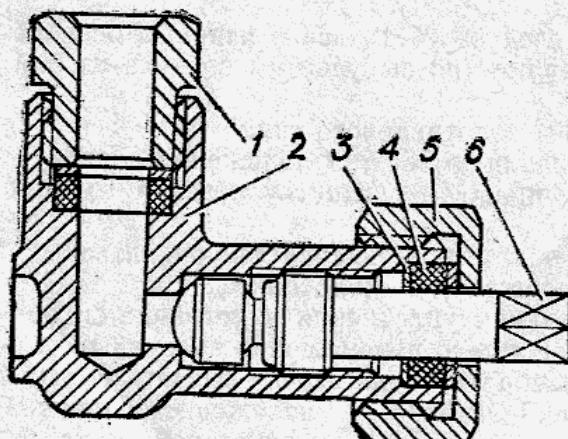
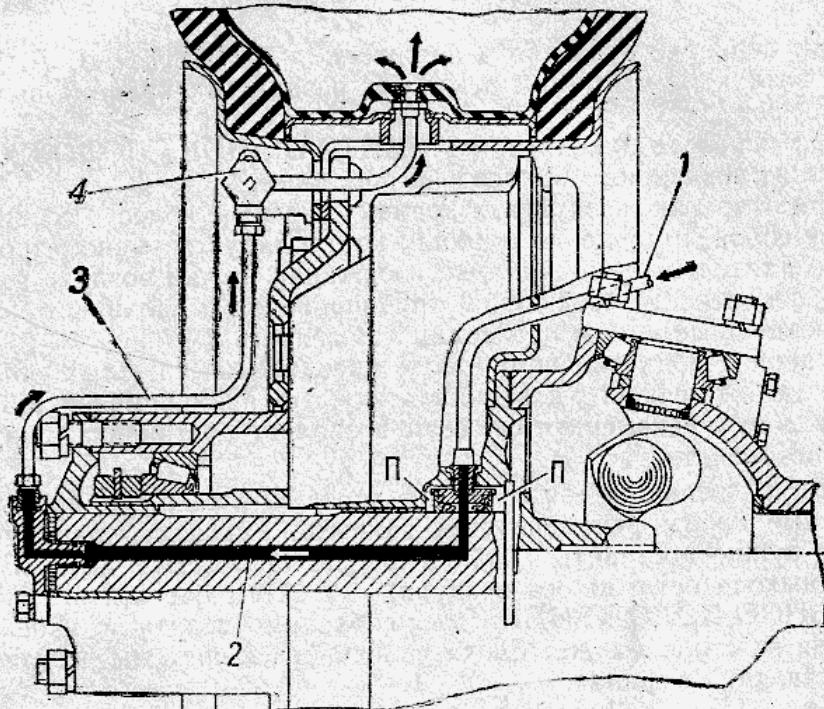

Рис. 40. Воздушный кран:
Рис. 41. Подвод воздуха к переднему колесу:
**Воздушный кран** служит для подвода воздуха в шины колес. Он состоит из корпуса 2 (рис. 40), сальников 4, запорной пробки 6, накидных гаек 1 и 5 и шайб 3.
При демонтаже воздушного крана необходимо отвернуть трубку подвода воздуха 3 (рис. 41), ослабить накидную гайку 1 (см. рис. 40) до свободного проворачивания рукой, отвернуть болты
Подвод воздуха к переднему колесу показан на рис. 41 и к заднему колесу — рис. 90.
Основной частью уплотнительного устройства в цапфе поворотного кулака являются резиновые манжеты, которые собраны в пакет. Для смазки резиновых манжет нужно заложить смазку в полость между манжетами 5—6 г, в полости П (рис. 41 и рис. 90) —20—25 г.